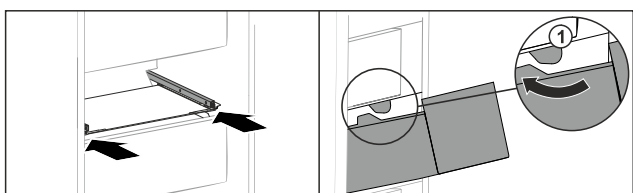

Fig. 146
- ▶ Lade rond de stoppers Fig. 146 (1) leiden.